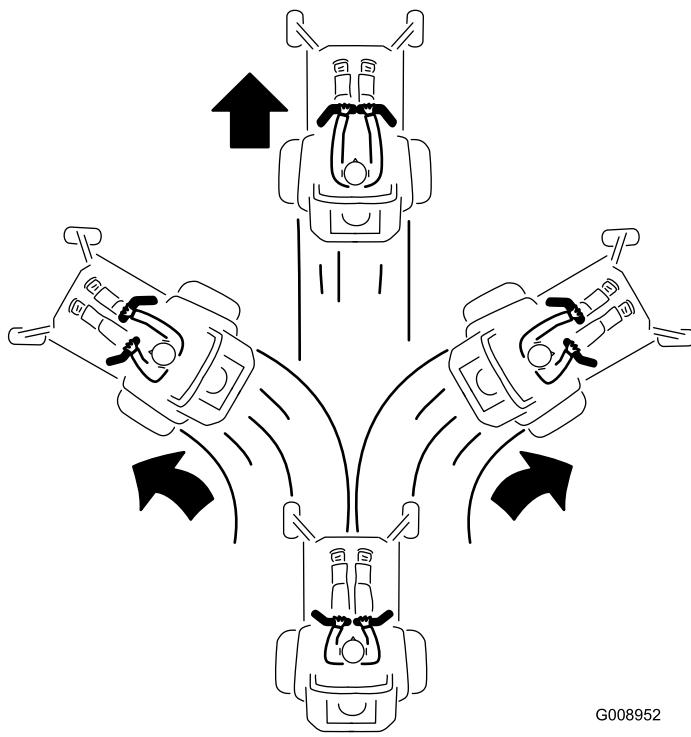

Figura 23
- Para ir hacia adelante, empuje lentamente las palancas de control de movimiento hacia adelante (Figura 23).